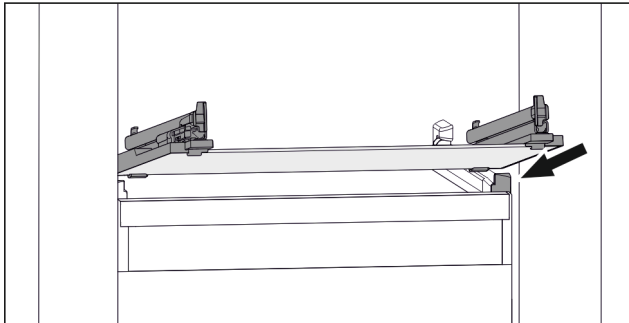

Fig. 115 Beispielhafte Darstellung der Glasplatte
- ▶ Glasplatte schräg hinter den Stoppfenne aufsetzen. (siehe Fig. 115)